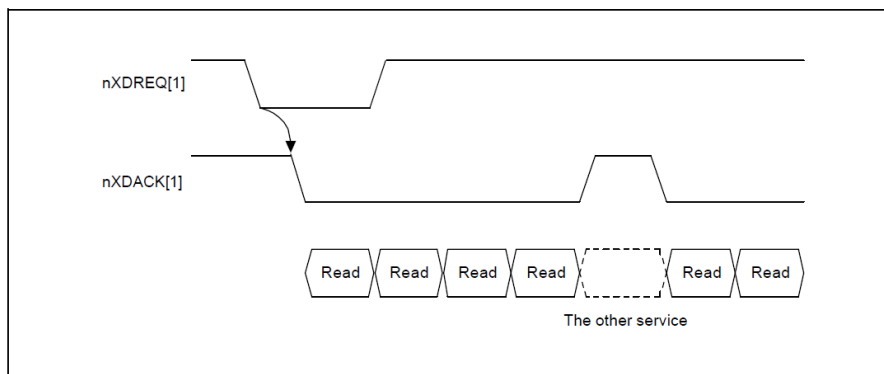

Figura 10.13: Modo de transferencia on-the-fly con protocolo whole service.
- *Transferencia on-the-fly:* cuando el DMA lee (escribe) un dato, un dispositivo externo de dirección fija escribe (lee). La operación de lectura y la de escritura ocurren simultáneamente. Por ejemplo, para whole service mode ver figura 10.13.